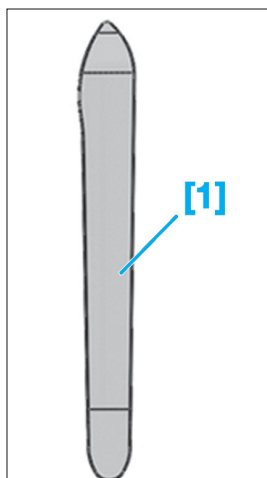

Fig. 101
- [1]. Spatule de dégarnissage (Fig.101).